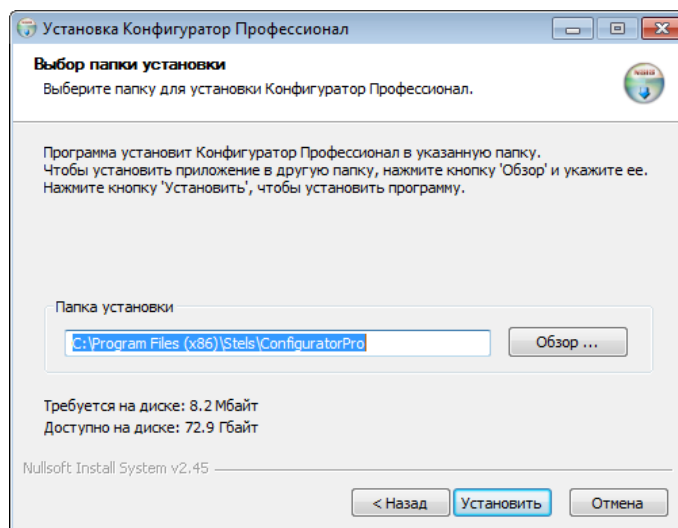

Рис. 4.3. Окно Выбор папки установки
5. В следующем окне укажите папку установки и нажмите кнопку  (Рис. 4.3).